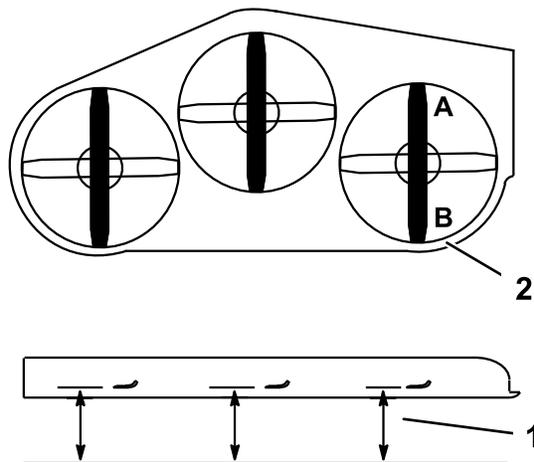

図 85
2. ブレードのうちの1枚を前後方向に向ける。 **A** 位置と **B** 位置で、平らな床面からブレードの刃先までの高さを測る 図 85。